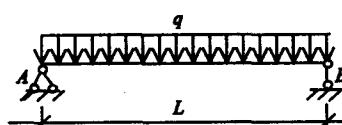

图 3-2
3. 某简支梁受力情况如图 3-2 所示，其中心点处的剪力数值大小为( )。
4. 如图 3-2 所示，其中心点处的弯矩数值大小为( )。
5. 如图 3-2 所示，其支座反力为( )。